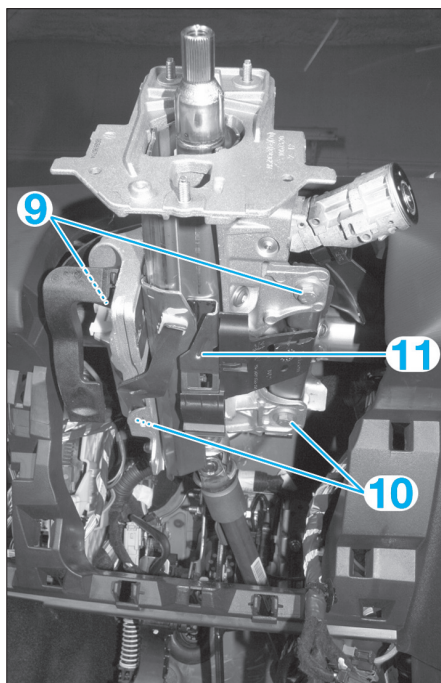

Fig. 8
- les vis (9) et (10) (Fig.8),
- la colonne de direction (11).